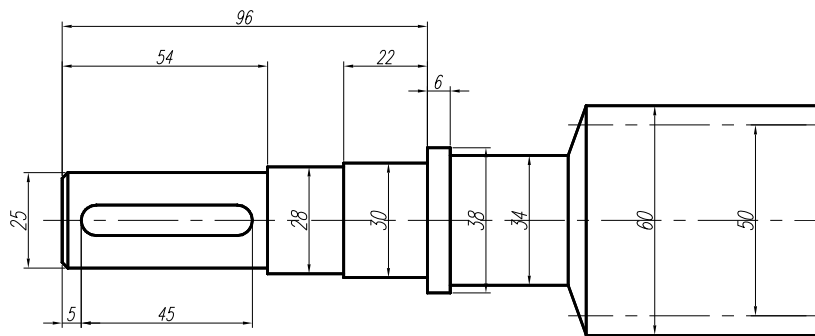

图 11-73 轴左端各段尺寸的标注
2) 使用线性标注工具。标注轴端尺寸、键槽轴向尺寸、轴肩的径向尺寸和轴向尺寸以及蜗杆齿顶圆直径、分度圆直径, 结果如图 11-73 所示。